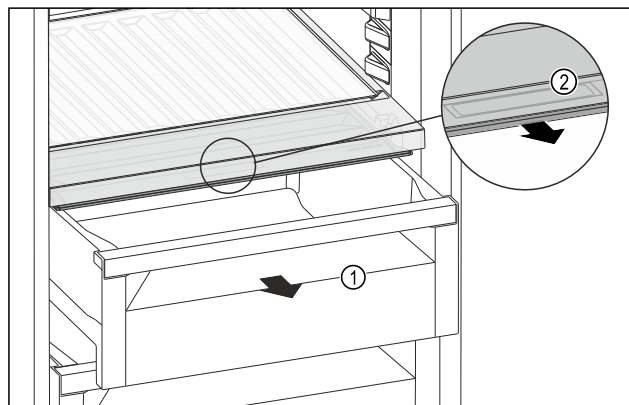

Fig. 262
- Estrarre il cassetto Fig. 262 (1).
- Afferrare la maniglia incassata Fig. 262 (2) sul coperchio dello scomparto e tirare allo stesso tempo in avanti il coperchio dello scomparto.